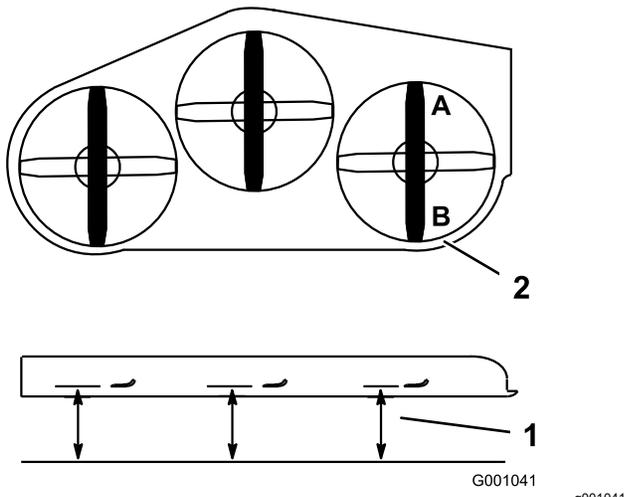

Bild 89
2. Stellen Sie 1 Messer in Längsrichtung. Messen Sie an den Stellen **A** und **B** von einer ebenen Oberfläche bis zur Schnittkante der Messerspitzen (**Bild 89**).